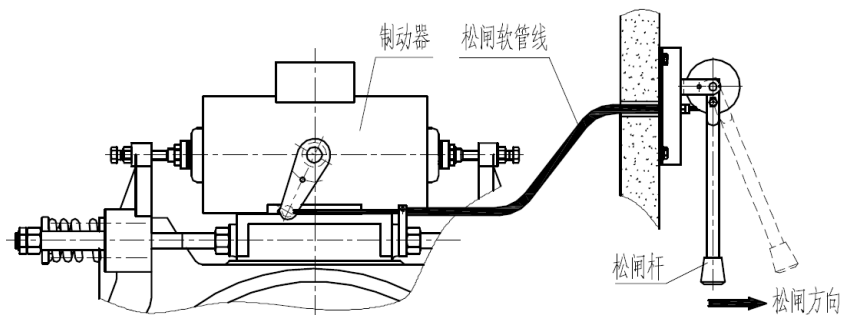

图 1.9 无机房松闸示意图
对于曳引机安装在井道内的情况，我公司配有如附图 1.9 所示的远程松闸装置，请按附图所示的方法进行松闸操作。
4、维保时，应检查凸轮轴转动是否顺畅，如不顺畅，需清理凸轮轴与制动器壳体间隙中的灰尘等，确保凸轮轴转动自如。检验有机房制动器释放杆组件的凸轮轴后应将释放杆组件从制动器封堵孔里拿出，再挂到机房墙壁上，检验完毕后制动器的孔必须用封堵密封，恢复成如图 1.9 所示的电梯正常运行状态；